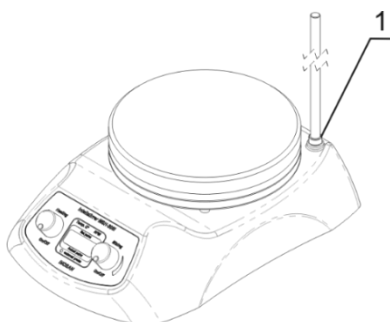

Рисунок 1. Установка штатива
- Выкрутите винт из места крепления штатива (рис. 1/1) на задней стороне прибора и отложите до востребования. Закрепите часть штатива, вкрутив стержень в место крепления на задней стороне прибора и закрепите контргайкой. Закрутите вторую часть штатива в установленную часть штатива.